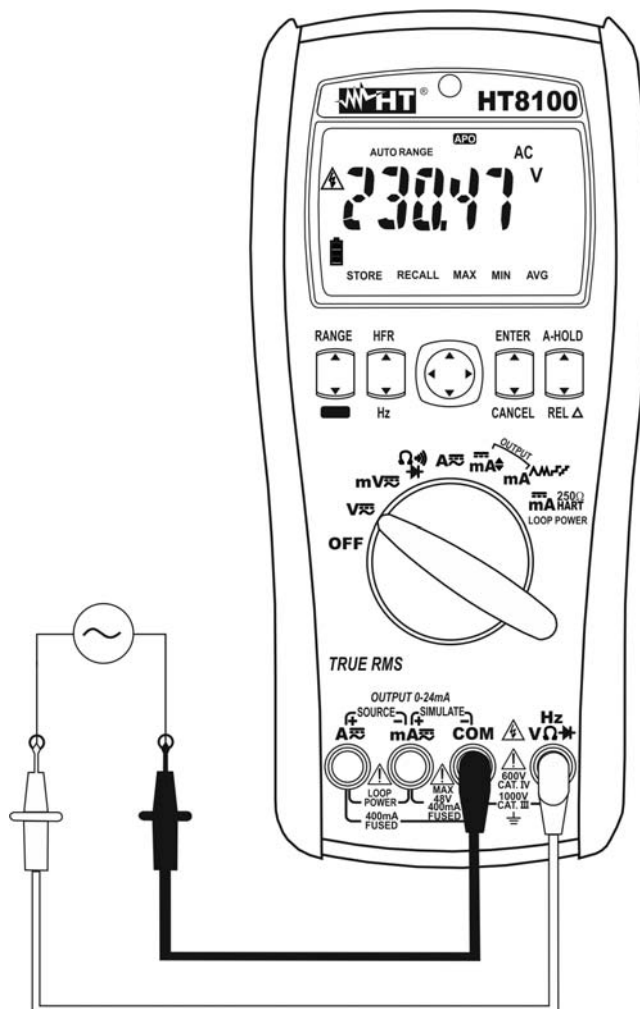

Fig. 3: Uso del instrumento para medida de Tensión CA
5. Posicione la punta roja y la punta negra respectivamente en los puntos del circuito en examen (vea Fig. 3). El valor de la tensión se muestra en el visualizador.